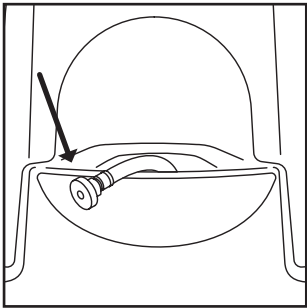

Fig. 2
1. Llene el depósito de solución de agua dulce con agua del grifo. Si utiliza la opción de manguera EZ Fill, retire la manguera del depósito para la solución, (Fig. 2), y conecte la manguera a un grifo de agua.
1. Llene el depósito de solución de agua limpia con agua fría. Si utiliza la opción de manguera EZ Fill, retire la manguera del depósito para la solución, (Fig. 2), y conecte la manguera a un grifo de agua.